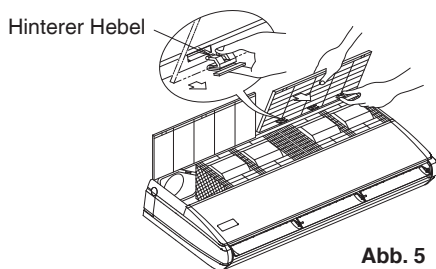

Abb. 5
- Lassen Sie das Ansaugluftgitter geöffnet, halten Sie den Hebel am hinteren Teil des Ansaugluftfilters fest und ziehen Sie das Ansaugluftgitter gleichzeitig zum Entfernen nach vorne. **(Siehe Abb. 5)**